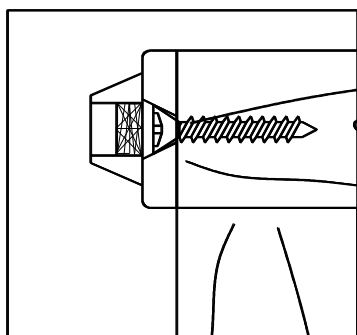

Figure 1
- Utiliser une mèche de 3/32 po pour percer des avant-trous dans le meuble sur les « marques des vis ». Utiliser les DEUX vis courtes pour fixer le support de montage côté meuble. Ce support de montage peut être installé à la verticale ou à l'horizontale, au besoin (voir la Figure 1).